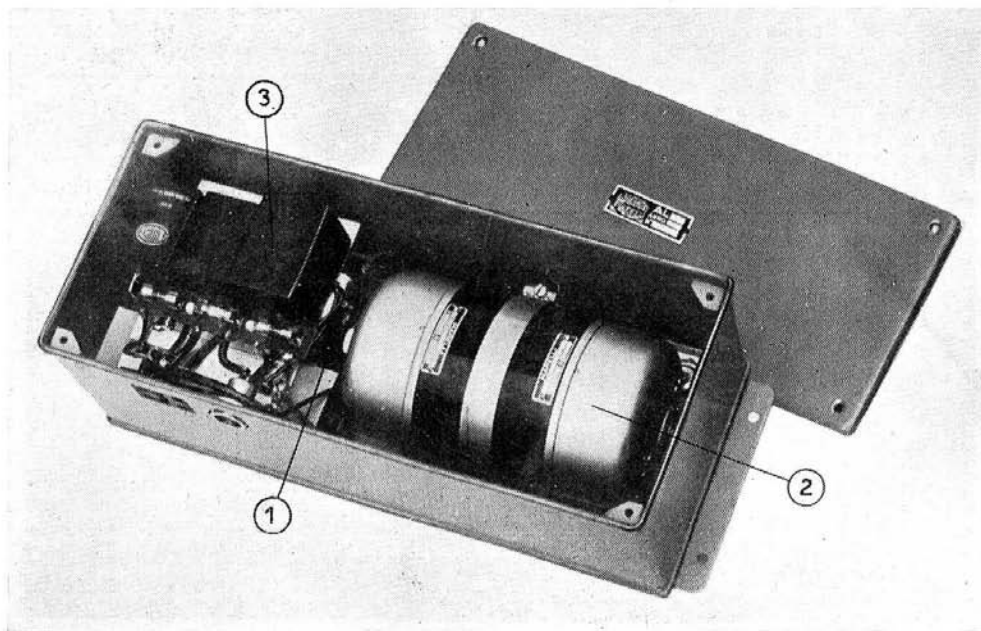

FIG. 6 - COFANO ALIMENTAZIONE APERTO
b) **Cofano alimentazione** (fig. 6). - Il cofano alimentazione contiene: